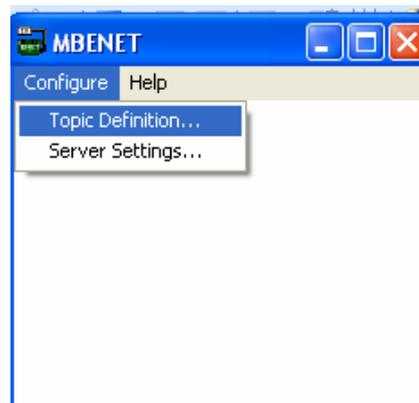

Figura 4.15 MBENET
**Para la comunicación se necesita del I/O server MBENET que va a servir para la comunicación entre el Intouch con el PLC de Mezclas. Se setea en MBENET el Topic Definition indicado en la figura 4.15.**